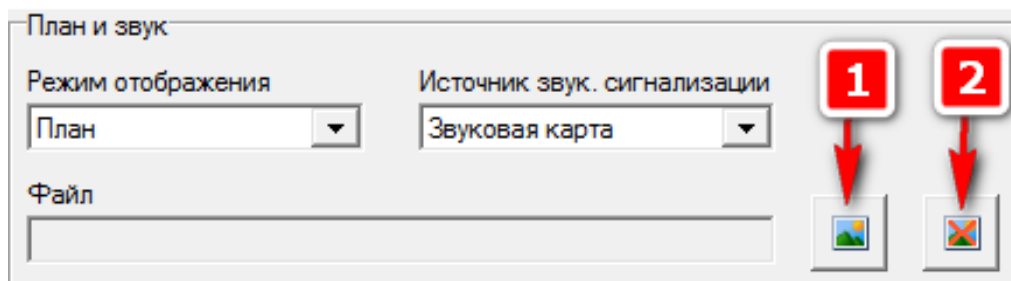

Рисунок 29.
Для установки режима отображения необходимо выбрать необходимый режим в выпадающем списке «Режим отображения» группы «План и звук» (см. рисунок 29).
- В группе «План и звук» (см. рисунок 29) нажать кнопку «Открыть план» (№1-рисунок 29);
Для выбора устройства вывода звуковой сигнализации при появлении тревожных событий необходимо в списке «Источник звуковой сигнализации» группы «План и звук» выбрать устройство вывода (см. рисунок 29).